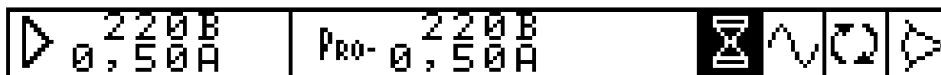

Рисунок 4.4 - Строка состояния Генератора при незавершенном процессе модификации/перерасчета параметров
- инверсные пиктограммы «песочные часы» (рисунок 4.4) сигнализируют о незавершенном процессе модификации/перерасчета параметров, при отсутствии данной пиктограммы генератор готов осуществить модификацию нового параметра или воспринять другие действия пользователя.